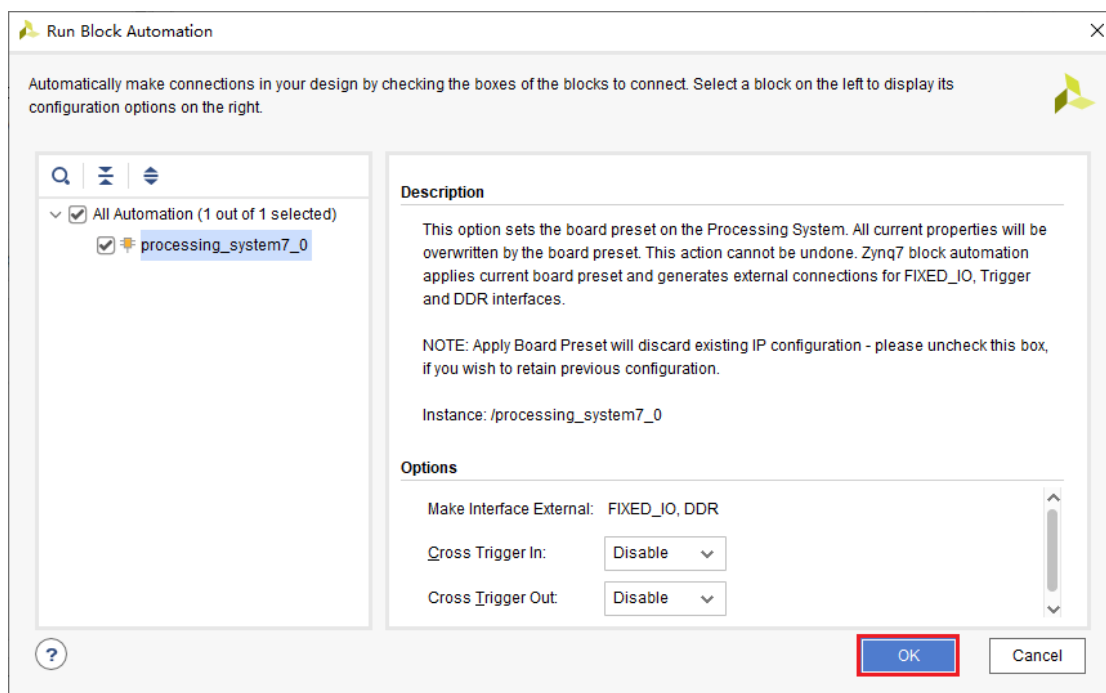

图 39-24 运行模块自动化
4. 点击上方的绿色字样“Run Block Automation”，导出 ZYNQ 核的 DDR 以及 FIXED_IO 引脚，软件会弹出配置窗口，保持默认即可，如图 39-24 所示：